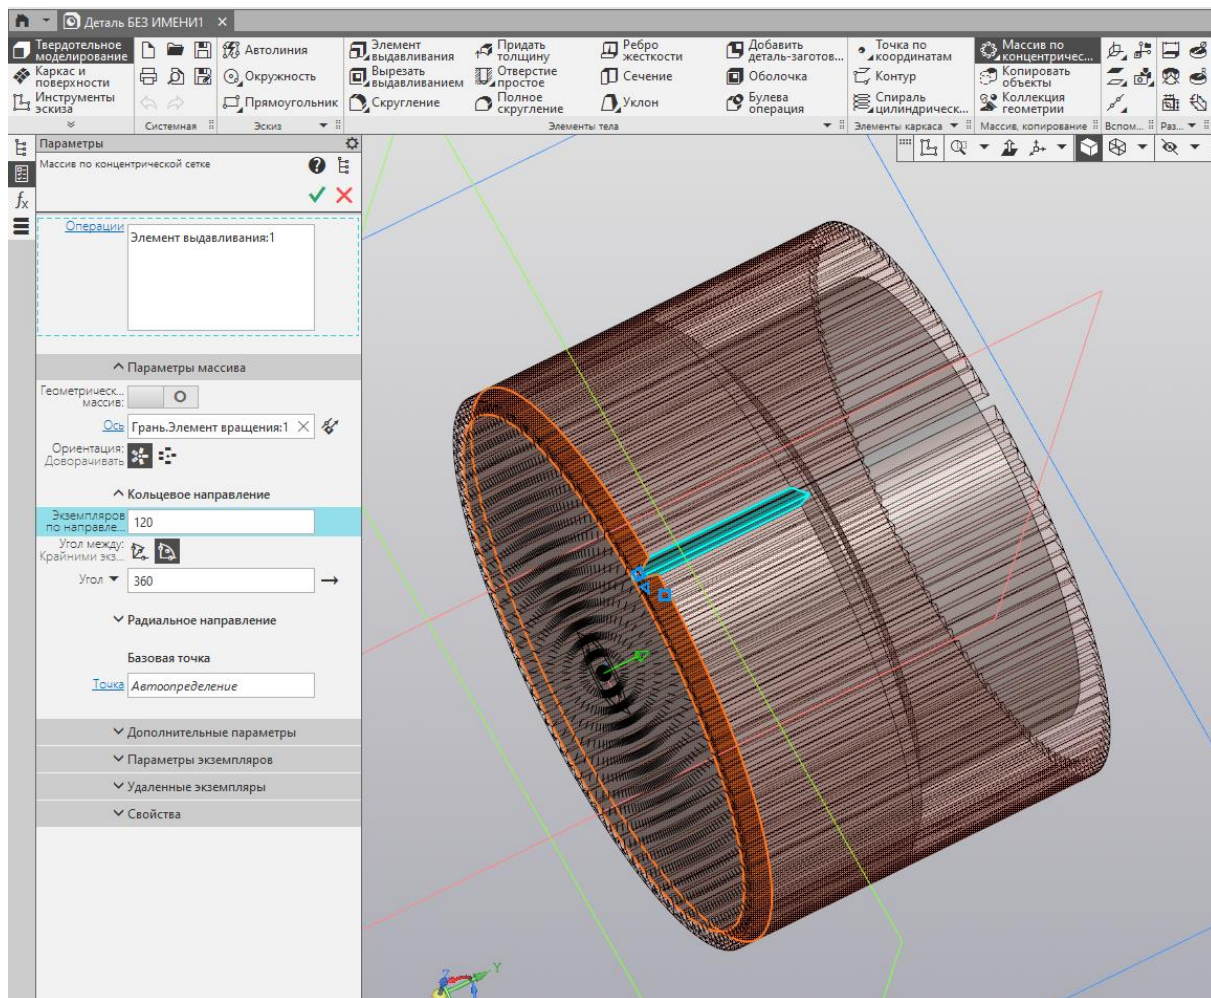

Рисунок 8 – Параметры массива по концентрической сетке
1.5 Размножьте канавку, используя команду «Массив по concentric сетки» . В настройках массива (рис. 8) в строке операции укажите ваш элемент выдавливания (канавку) и ось – грань большой поверхности вращения. Убедитесь, что включена ориентация «Доворачивать»,